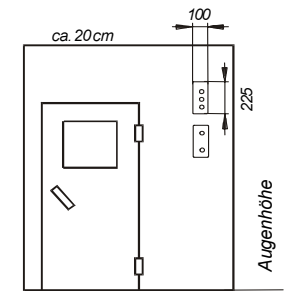

Abb. 2
- Das Steuergerät wird teilweise in der Kabinenwand versenkt. Hierzu muss in den äußeren Profilbrettern eine Rechtecköffnung von 225 x 100 (Höhe x Breite) eingebracht werden (Abb.2). Nach oben sollte die Kabinenkonstruktion eine Durchführung für Anschluss- und Verbindungsleitungen ermöglichen.